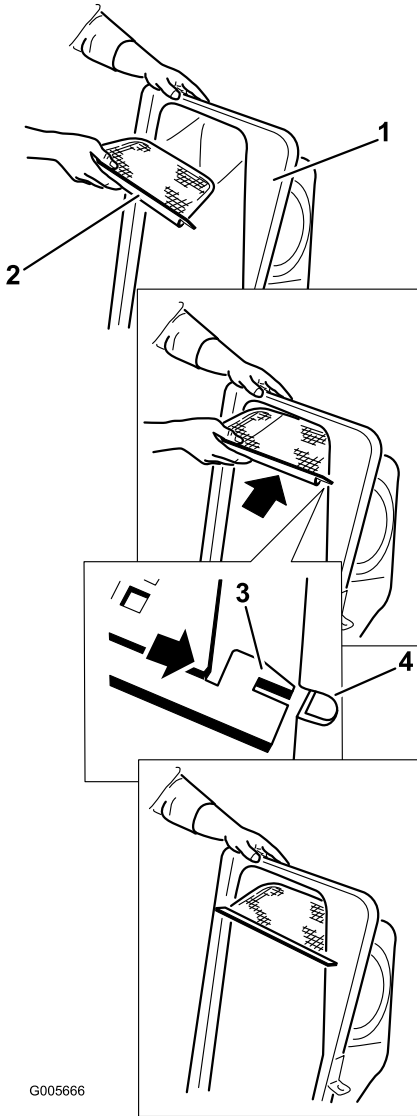

Figure 20
- Montez le filtre comme montré à la Figure 20 de sorte à l'incliner dans la direction des bacs de ramassage.